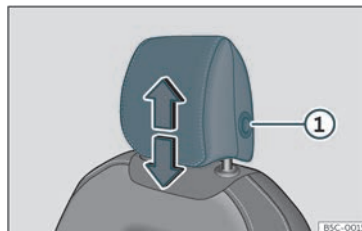
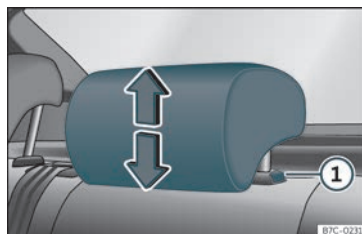

Fig. 106 Banco dianteiro: ajuste do encosto de cabeça.
Fig. 107 Encostos de cabeça traseiros: ajuste do encosto de cabeça.
proceda da mesma forma, pressionando o botão lateral ① »» Fig. 106 »» Fig. 107.
- Pressione o botão lateral »» Fig. 106 ① e retire o encosto de cabeça.